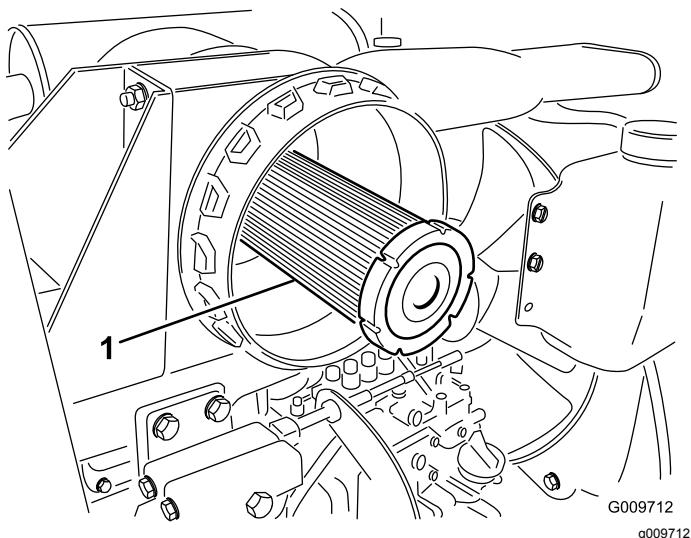

図 30
**重要**安全フィルタ図30は絶対に洗わないでください。安全フィルタは、1次フィルタの3度目の整備時に新品に交換します。